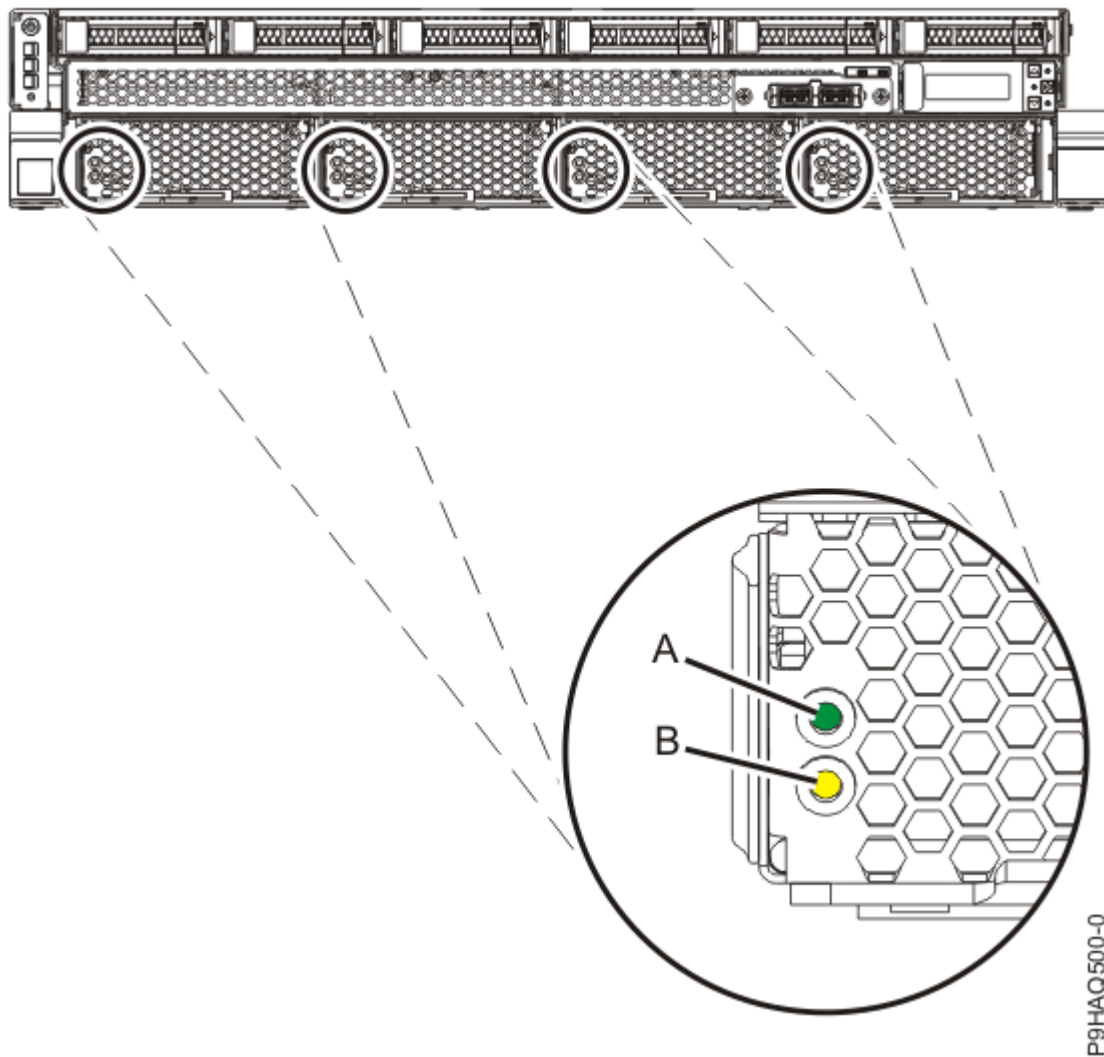

Figure 2. Voyants des ventilateurs
- Chaque ventilateur est doté d'un voyant vert **(A)** et d'un voyant orange **(B)**, comme illustré dans la Figure 2, à la page 3. Le voyant vert est allumé en continu sur tous les ventilateurs, mais le voyant orange de panne est allumé sur le ventilateur défaillant.